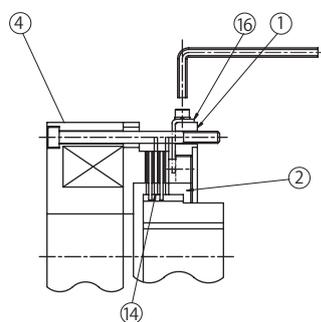

図 8-26
- (1) P86 の手順でブレーキを手動解放します。
- (2) センターリング①外周上にあるストッパー⑯をゆるめ、抜き取ります。ギャップ調整ネジ②がフリーになります。(図 8-26 参照)